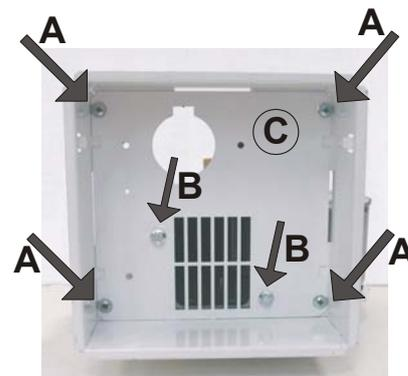

Рисунок 8– Замена вентилятора
- Развинтить 4 шурупа **A**, располагающихся в четырех углах структуры решетки рис. 8